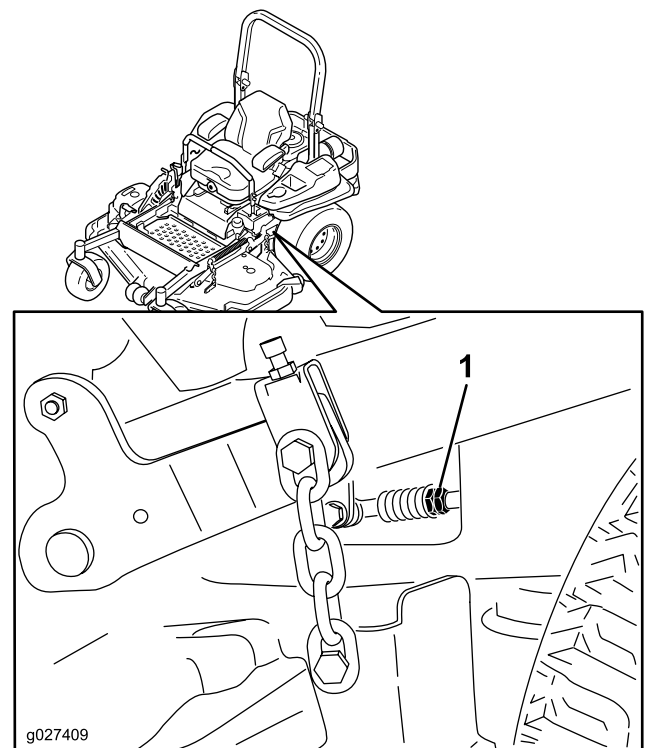

Figure 84
7. Amenez les leviers de commande de déplacement en position point mort. Réglez la longueur des tiges de pompes en tournant les doubles écrous dans le sens voulu jusqu'à ce que les roues tournent légèrement en marche arrière (Figure 84). Amenez les leviers de commande de déplacement en position de marche arrière et, tout en appuyant légèrement sur les leviers, laissez les ressorts d'indicateur de marche arrière ramener les leviers au point mort. Les roues doivent s'arrêter de tourner ou tourner légèrement en arrière.